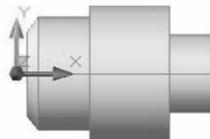
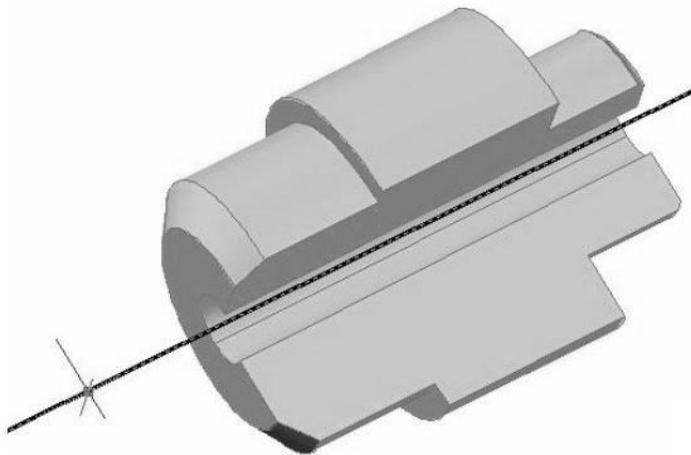

Рисунок 42 – Действие 9
Рисунок 44 – 3D модель вала
7. Рисунок 42
8. *Измените цвет контурной линии и за тонируйте модель.* Для этого подсветите контур вала щелчком мыши, откройте выпадающее меню на панели PROPERTIES (СВОЙСТВА) и выберите любой из предложенных цветов (желательно светлый) рис. 42. Зайдите в меню VIEW (ВИД) ВИЗУАЛЬНЫЕ СТИЛИ и выберите пункт РЕАЛИСТИЧНЫЙ (рис. 44).
9. *Расположите модель* таким образом, чтобы был виден вырез четверти (рис. 44). Для этого зайдите в меню VIEW (ВИД) и выберите режим просмотра 3D ORBIT.